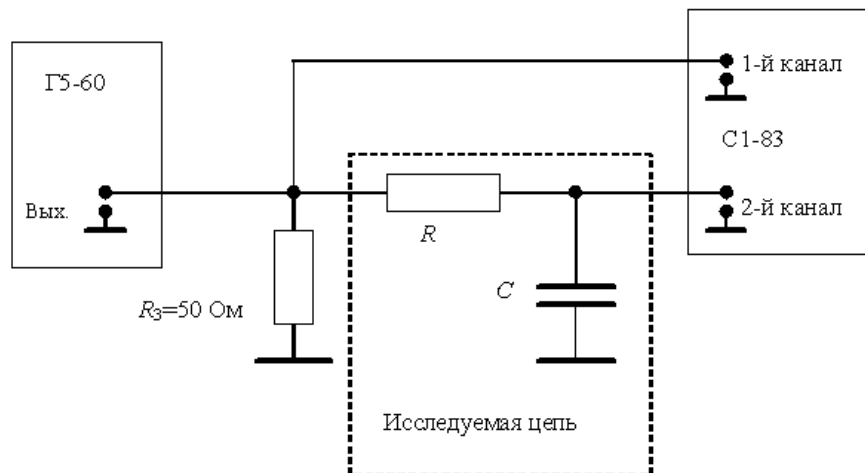
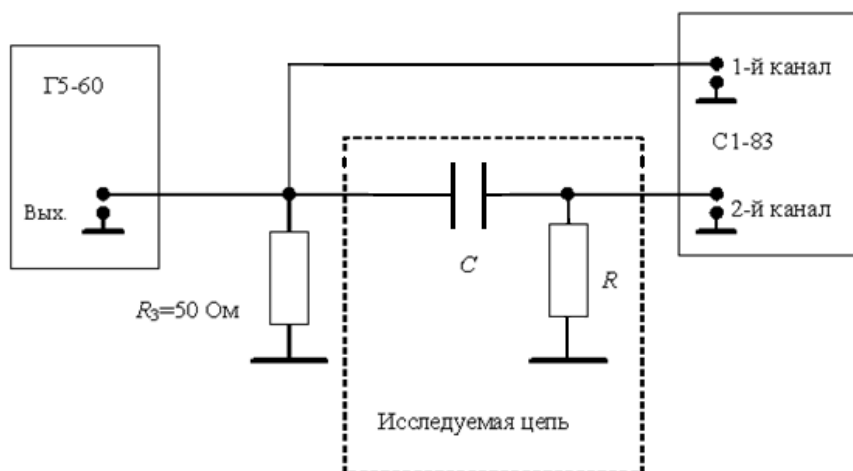

Рис. 1.3
Рис. 1.4
3.3. Снимите осциллограммы напряжений на элементах последовательной RC -цепи при воздействии прямоугольного импульса и различных значениях R и C . Для снятия осциллограмм напряжения на конденсаторе соберите схему, приведенную на рис. 1.3. Для снятия осциллограмм напряжения на резисторе – схему, приведенную на рис. 1.4.